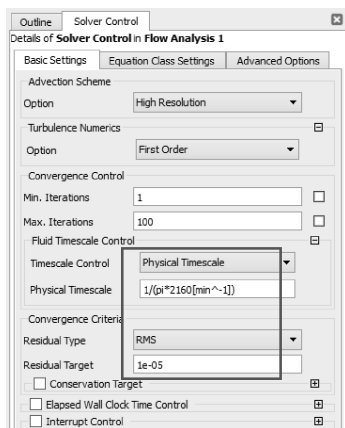

图 11-65 控制窗口
(1) 在导航树里, 双击【Solver Control】, 在时间比例控制【Timescale Control】选项设为 Physical timescale, 输入 Physical timescale 表达式为: $1 / (\pi * 2160 [\text{min}^{-1}])$; 在求解控制基本设置中选择收敛标准【Convergence Criteria】栏, 选择残余类型为 RMS, 残余值为 $1e-5$, 其他项为默认, 如图 11-65 所示。